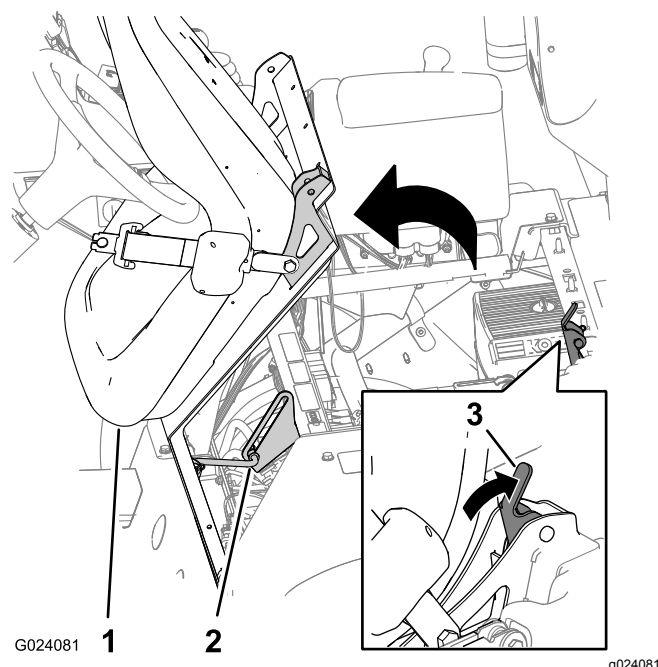

Рисунок 3
2. Разблокируйте сиденье, нажав назад ручку защелки сиденья (Рисунок 3).
3. Наклоните сиденье и плиту сиденья вперед так, чтобы конец опорной стойки на кронштейне опорной стойки оказался в нижней части паза кронштейна (Рисунок 3).